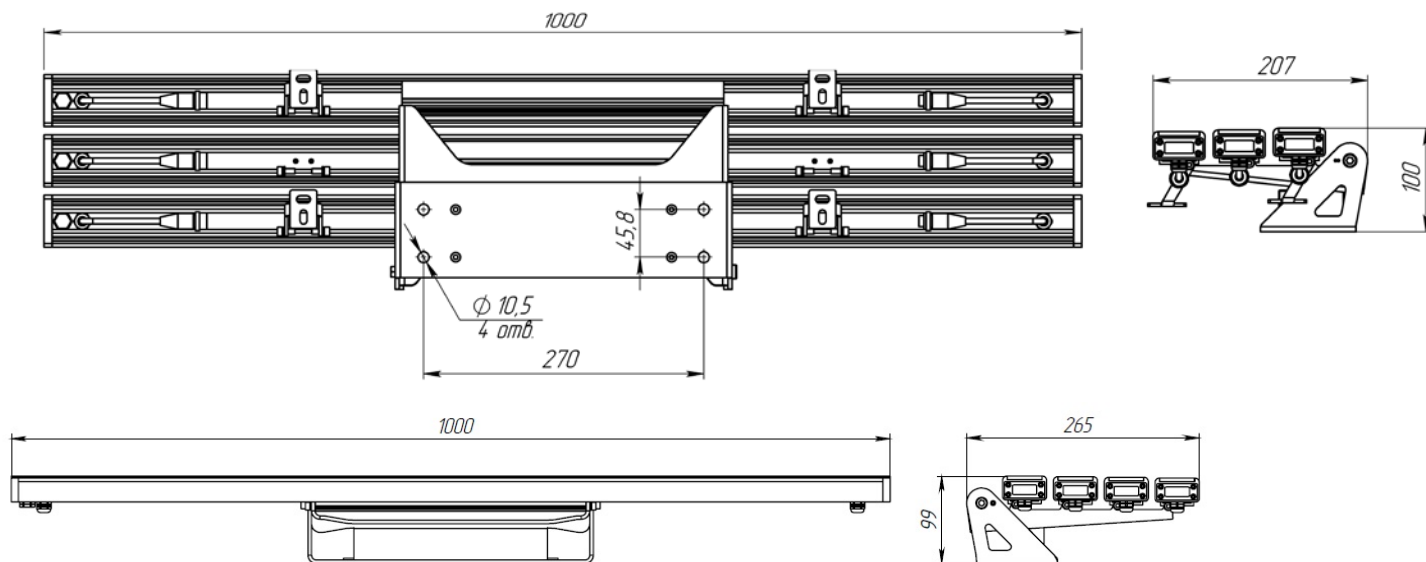

Рис. 1
- 3.2. Прожектор установить на монтажную поверхность и закрепить монтажными болтами. Усилие закручивания болта не менее 4 Н*м. Габаритные и установочные размеры указаны на рис.1.